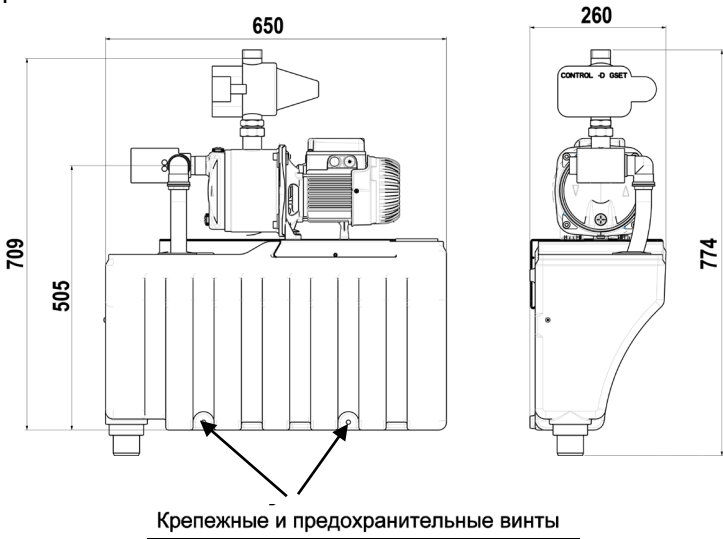
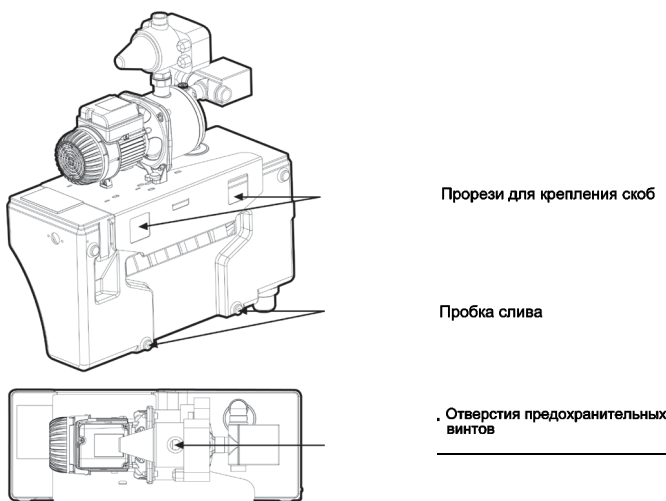

Рисунок 03
Рисунок 04
6. Установить предохранительные винты рис. 03, и рис. 04.
2. проверить, что поплавковый клапан правильно размещен внутри резервуара воды из водопроводной сети (смотри рис. 04). Поплавок должен быть в состоянии свободно перемещаться.